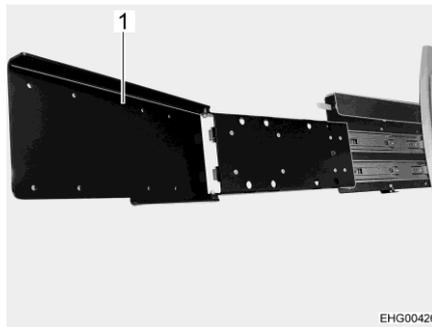

Fig. 94 Rallonge (sortie et rabattue)
- Pour tourner l'écran plat vers la zone arrière, rabattre la rallonge (Fig. 94,1).